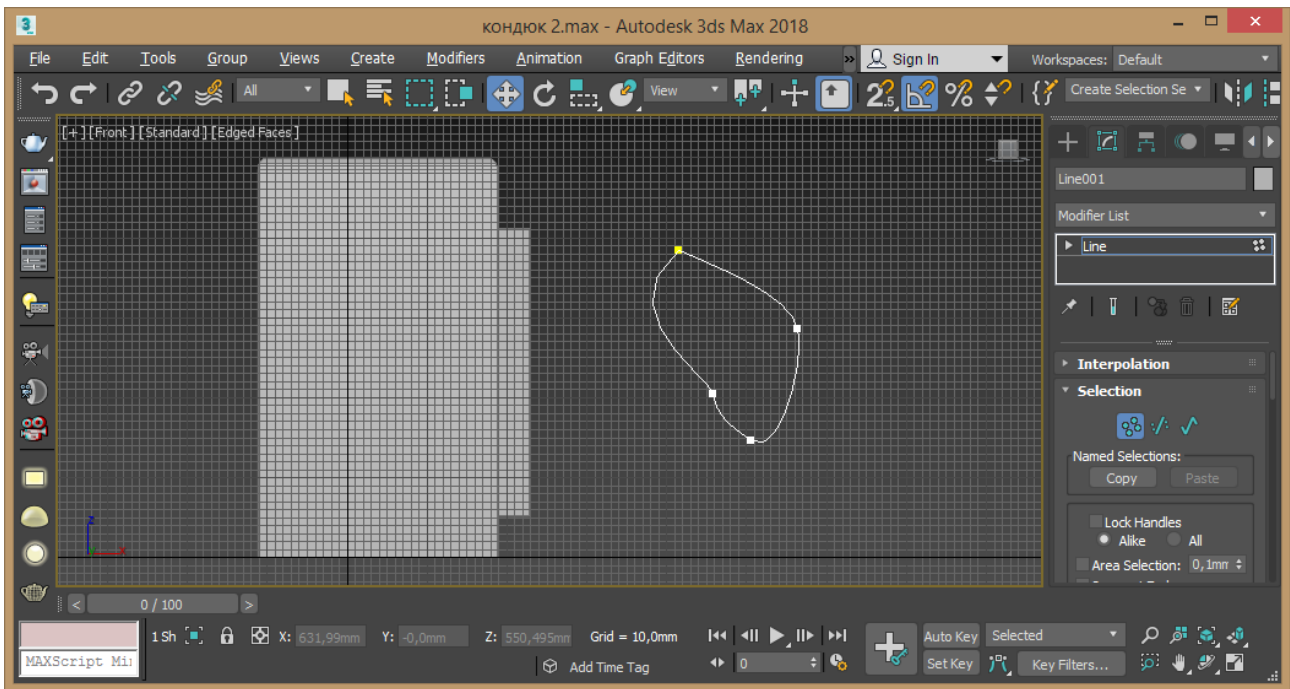
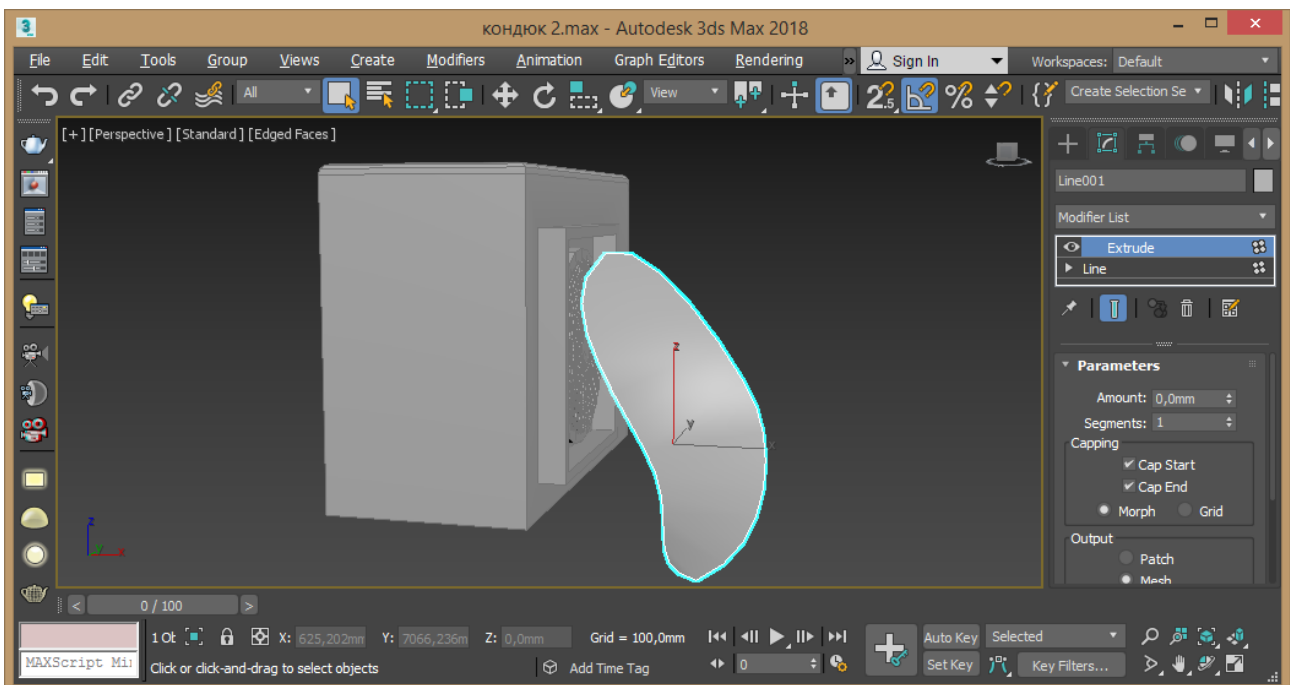

Рис. 3.14 – Створення лопаті
Рис. 3.15 – Створення лопаті
12. Перейдіть на видовий екран Front та створіть надану форму лопаті за допомогою команди Line (рис. 3.14). Надайте потрібної форми та скористуйтеся модифікатором Extrude із параметрами: 1, 1 (рис. 3.15).